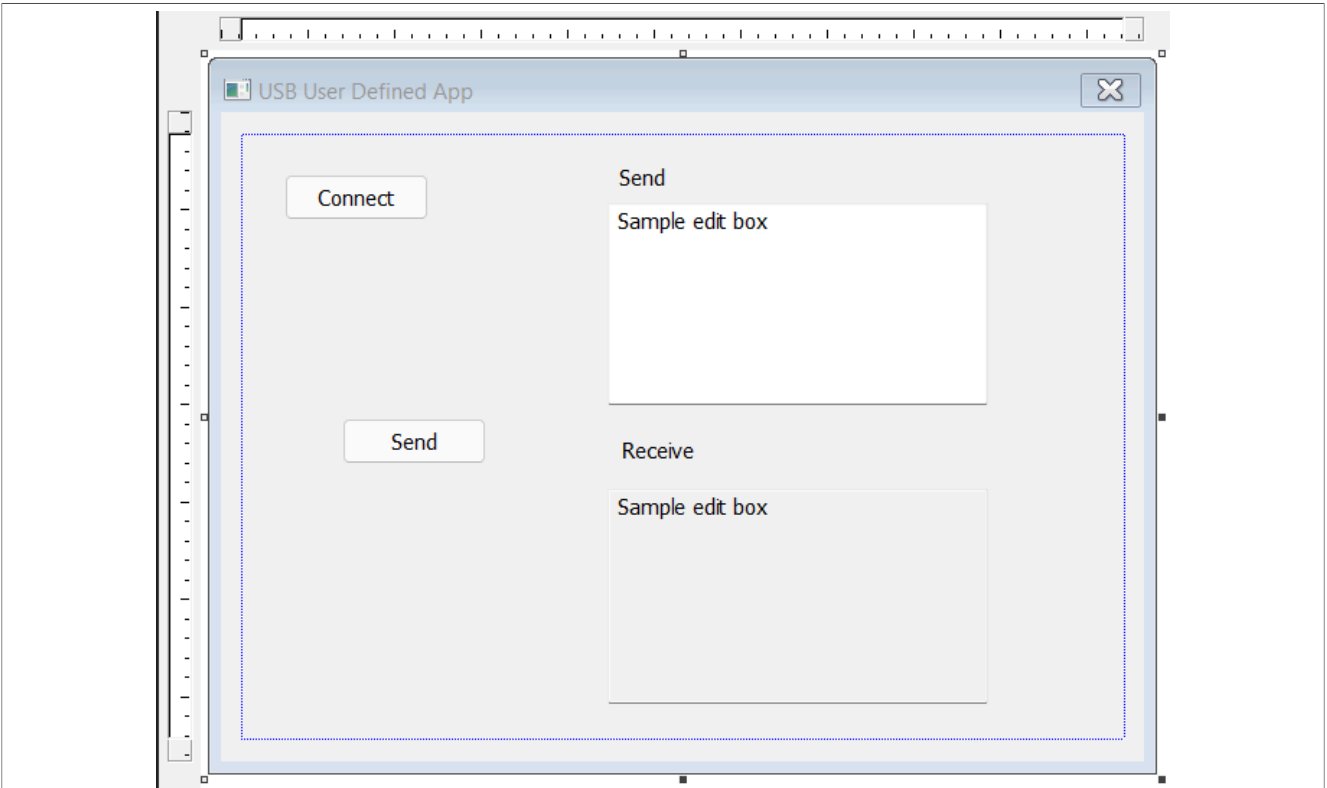

图 8. 控件编辑图
3. 选择 **Edit Control** 控件，分别作为发送对话框以及接收显示对话框。构建出如 图 8 所示的窗体。